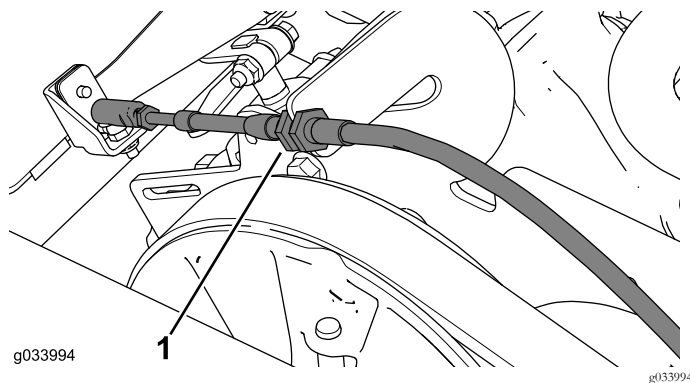

図 10
4. シフトケーブルのブラケットからシフトケーブルを取り外す 図 10。